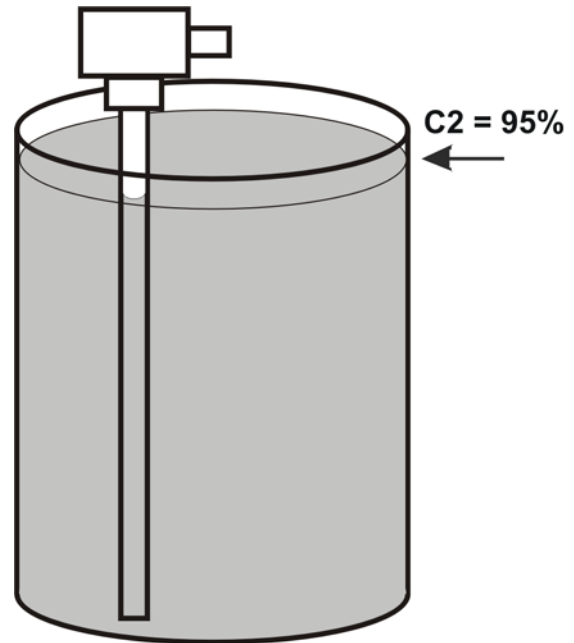

Рисунок 6
2) заполнить резервуар до уровня не менее 95% от максимального уровня контролируемой среды (рисунок 6). Измерить каким-либо способом уровень контролируемой среды. Записать полученное значение в регистры 146 – 147 (значение калибровочной точки С2). Значение уровня может быть как в абсолютных, так и в относительных единицах измерения. Установить бит 6 регистра управления. Прибором будет произведен замер текущего уровня и присвоено данному уровню значение калибровочной точки С2. Замер производится в течение одной секунды.